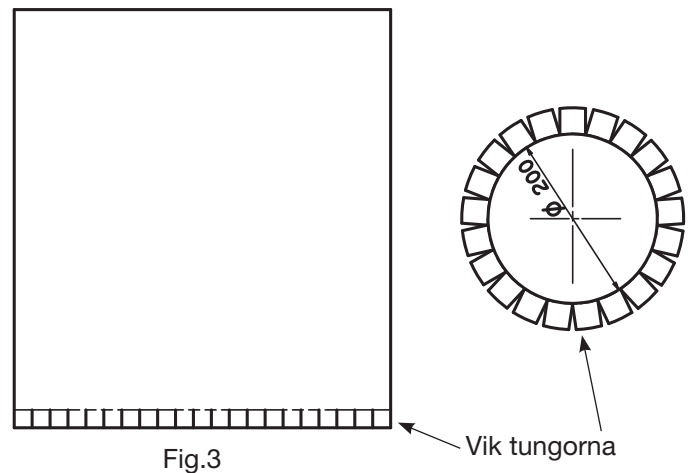

Fig.3
- Vik tungorna på medlevererad plastfolie enligt (fig.3).